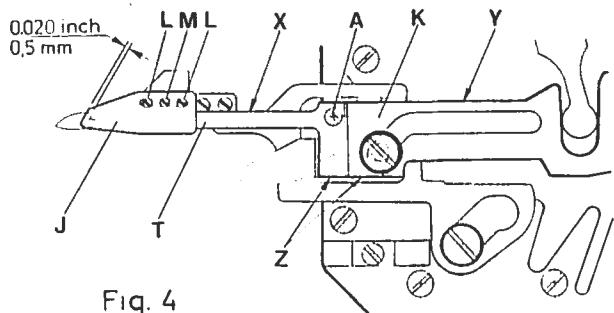
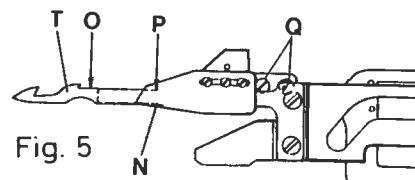
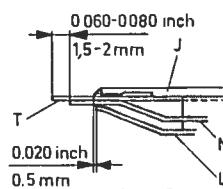
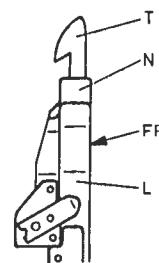

Fig. 4
Fig. 5
Fig. 6
Fig. 6a
4. The lower knife (T, Fig. 4) is set correctly, when its edge (X, Fig. 4) is parallel to edge (Y, Fig. 4) of lower knife holder (K, Fig. 4) and edge (Z) of lower knife is in line with edge (Z) of lower knife holder. For adjusting loosen screw (A, Fig. 4). Retighten screws.
5. Loosen screws (L and M, Fig. 4). The upper knife (J, Fig. 4) has to be set so that it overlaps the lower knife (T, Fig. 4) by 0,5 mm (0.020 inch). Set clamp spring (N, Fig. 5) to lower knife (T, Fig. 5) so that edge (O, Fig. 5) of lower knife (T) is in line with edge (P) of clamp spring.
4. Das Untermesser (T, Fig. 4) ist richtig eingestellt, wenn seine Kante (X, Fig. 4) parallel zur Kante (Y, Fig. 4) des Untermesserträgers (K, Fig. 4) ist und die Kante (Z) des Untermessers mit der Kante (Z) des Untermesserträgers eine Linie bildet. Die Einstellung wird nach Lösen der Schrauben (A, Fig. 4) gemacht. Ziehen Sie die Schrauben wieder an.
5. Lösen Sie die Schrauben (L und M, Fig. 4). Das Obermesser (J, Fig. 4) muß so eingestellt werden, daß es das Untermesser (T, Fig. 4) um 0,5 mm überschneidet. Die Klemmfeder (N, Fig. 5) wird zum Untermesser (T, Fig. 5) so eingestellt, daß die Kante (O, Fig. 5) des Untermessers (T) und die Kante (P) der Klemmfeder eine Linie bilden.
Further more it should be a distance of 1,5 - 2 mm (0.06 - 0.08 inch) between tip of under knife (L, Fig. 4) and front edge of clamp spring (N, Fig. 4), retighten screw (L, Fig. 4).
Set screw (M, Fig. 4) so that the looper thread is clamped as shown in (Fig. 12).
The leaf spring (L, Fig. 6) should be set to project the upper knife (J, Fig. 6) by 0,5 mm (0.02 inch).
The 2 edges of clamp spr.ng (N, Fig. 6a) and the leaf spring (L, Fig. 6a) must be aligned at (FF, Fig. 6a). For making this adjustment, loosen screws (Q, Fig. 5).
Ferner soll der Abstand zwischen der Spitze des Untermessers (J, Fig. 6) und der Vorderkante der Klemmfeder (N, Fig. 6) 1,5 - 2 mm betragen, ziehen Sie die Schrauben (L, Fig. 4) wieder an.
Die Schraube (M, Fig. 4) wird so angezogen daß der Greifera-faden wie in (Fig. 12) gezeigt, geklemmt wird.
Die Blattfeder (L, Fig. 6) soll 0,5 mm hinter der Spitze des Obermessers (J, Fig. 6) stehen.
Die Klemmfeder (N, Fig. 6a) und die Blattfeder (L, Fig. 6a) sollen bei (FF, Fig. 6a) in einer Linie stehen. Einstellung erfolgt nach Lösen der Schrauben (Q, Fig. 5).
The looper thread must be clamped as shown in Fig. 12, after being severed. The tension of the clamp spring can be adjusted with screw (M, Fig. 4).
Nach dem Schneiden muß der Greiferfaden wie in Fig. 12 gezeigt geklemmt sein. Die Spannung der Klemmfeder kann mit der Schraube (M, Fig. 4) eingestellt werden.